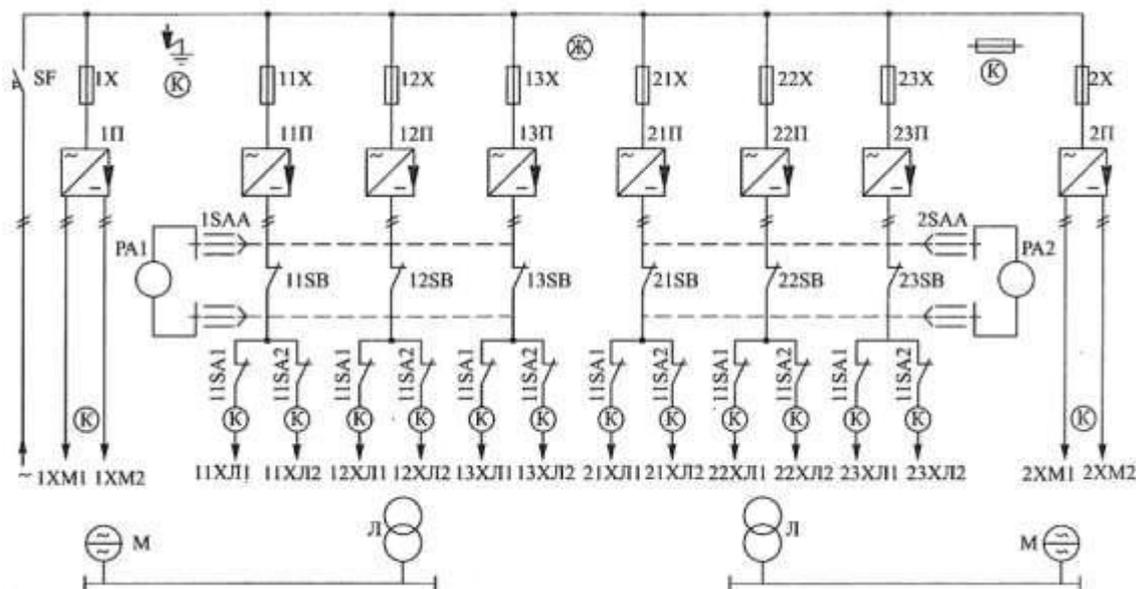

Рисунок 10. Мнемосхема разводки питания панели ПП25.1-ЭЦК
7.11.3. На широкой двери с лицевой стороны панели изображена мнемосхема разводки питания (рисунок 10) с обозначением на ней преобразователей, нагрузки, приборов защиты, управления, контроля и измерения. Рядом с элементами показано их обозначение, совпадающее с обозначением на принципиальной схеме.